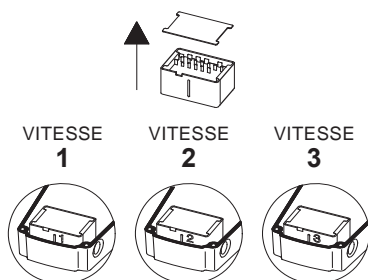

Fig. 14 Commutateur de vitesse
3. Retirez le module de commutation des vitesses et remettez-le en place de façon à ce que la vitesse désirée soit visible par la fenêtre du boîtier de raccordement (voir la fig. 14).